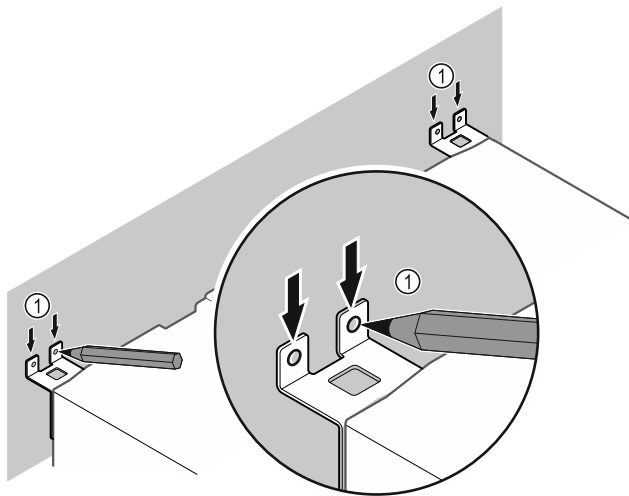

Fig. 12
- ▶ Jelölje be a falat Fig. 12 (1).